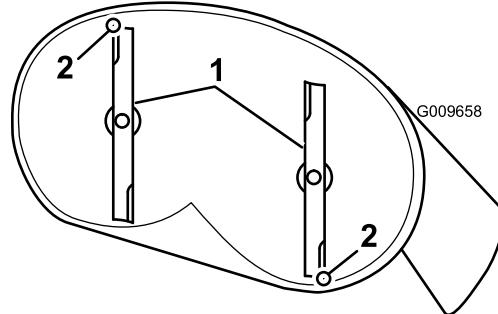

Bild 56
4. Drehen Sie die Messer vorsichtig, sodass sie in Längsrichtung zeigen (Bild 56).
5. Messen Sie zwischen der Messerspitze vorne und hinten und der ebenen Fläche (Bild 56). Stellen Sie die vordere Sicherungsmutter ein, wenn die vordere Schnittmesserspitze nicht um 1,6–7,9 mm tiefer liegt als die hintere.
8. Prüfen Sie noch einmal die Neigung in Längsrichtung. Stellen Sie die Mutter ein, bis die vordere Schnittmesserspitze um 1,6–7,9 mm tiefer liegt als die hintere Spitze (Bild 56).